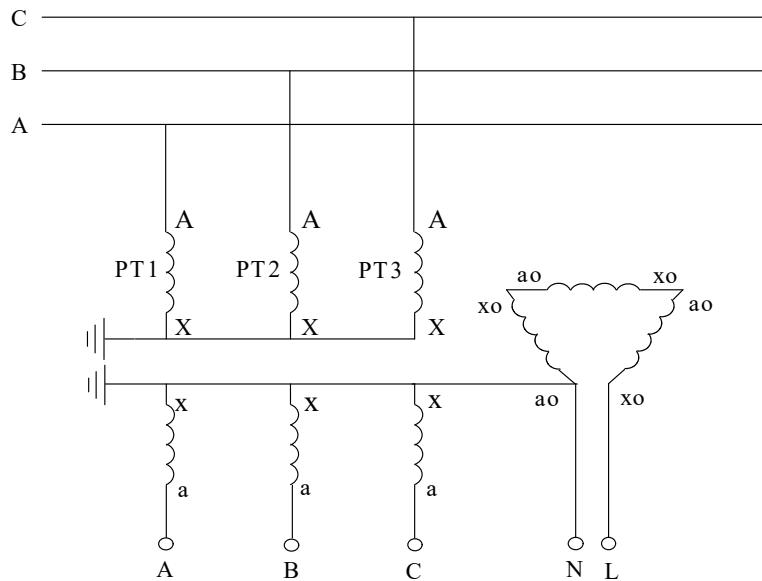
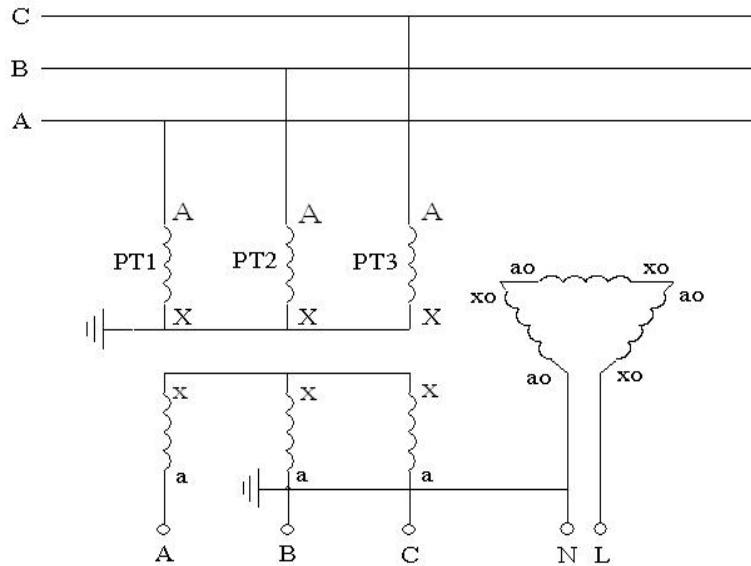

图 5 3PT 连接方式, N 接地
图 6 3PT 连接方式, B 相接地
这种连接方式分“N 接地”、“B 相接地”两种，分别如图 5 和图 6 所示。
图 5、图 6 所示的系统运行方式是从 PT 开口三角测量系统电容电流时所必须的运行方式。而对于一般的系统，并不都是处于这样的运行方式下，例如在系统中还接有消弧线圈、PT 高压侧中性点接有高阻消谐器、PT 开口三角接有二次消谐装置等。这时，为了使用测试仪进行容性电流的测量，必须将运行方式转换为图 5 或图 6 所示的运行方式。
- (1) 检查测量用的 PT 高压侧中性点是否安装有高阻消谐器，如有，将其短接。从测量原理可知，选用哪组 PT 进行测量，我们就只考虑这组 PT 的接线情况。而无需关心系统内的其他 PT 的情况。如果系统中有些 PT 安装高阻消谐器，有些没安装，则完全可以从没有安装高阻消谐器的 PT 进行测量，这样可以省去短接消谐器的工作。
- (2) 检查消弧线圈是否全部退出运行。在有电气联系的被测电压等级系统中所有消弧线圈均要退出运行，并非只退出该变电站的消弧线圈。同时只考虑被测电压等级的情况，无需考虑其他电压等级的情况。例如，被测变电站 A 为 10kV 系统，并通过联络线与变电站 B 的 10kV 系统相连，变电站 A 有 2 台消弧线圈，变电站 B 有 1 台消弧线圈，则测量时有电气联系的这 3 台消弧线圈均要退出运行；而 35kV 系统有无消弧线圈则无需考虑。
- (3) 退出 PT 开口三角的消谐装置。如果经过实测证明，开口三角所接的某些厂家某些型号的二次消谐装置对测量结果没有影响，则消谐装置可以不退出运行。一般对于微电脑控制的消谐器，其只有在系统有谐振发生时才动作，该类消谐器一般对测量无影响。
- (4) 如果 PT 二次侧并列运行（很少见），则将其改为单独运行。
- (5) 确保将测试仪的电流输出端正确接到图 6 的开口三角 N-L 上。一般在二次的端子编号为 N600 和 L630。为了确保连接正确，可以按下列方法进行检查：用万用表分别测量 PT 二次侧三相电压和开口三角电压；将三相电压中的最大值减去最小值得到的差和开口三角电压比较，如果两者差不多，就说明找到的开口三角端是正确的；如果两者差别很大，则说明没有正确找到开口三角端。例如，测量得到三相电压分别为 61V、60V、59.5V，则正确的开口三角电压应为 1.5V 左右，如果测量得到的开口三角电压仅为 0.2V，说明所找的开口三角端不正确或 PT 开口三角连线已经断开（在现场实测中发现有多个变电站的 PT 开口三角连线断开情况）。
- (6) 选择正确的 PT 变比，也就是选择正确的 PT 接线方式。电容电流测试仪是通过选择 PT 连接方式和设定系统额定高压来确定 PT 变比的，这样对于试验人员会更方便、快捷。PT 一般是采用 100/3V 的二次绕组连接成